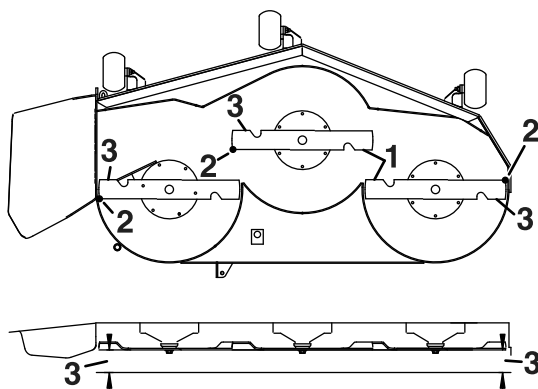

Figura 69
4. Meça entre as extremidades de corte exteriores e a superfície plana (**Figura 69**).